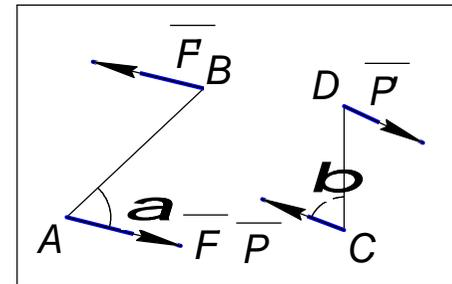

Рис.1.17
1.20. На плиту в ее плоскости действуют две пары сил. Определить сумму моментов этих сил, если сила  $F = 8\text{Н}$ ,  $P = 5\text{Н}$ , расстояния  $AB = 0,25\text{ м}$ ,  $CD = 0,20\text{ м}$ , углы  $\alpha = 60^\circ$ ,  $\beta = 70^\circ$  (рис. 1.17)